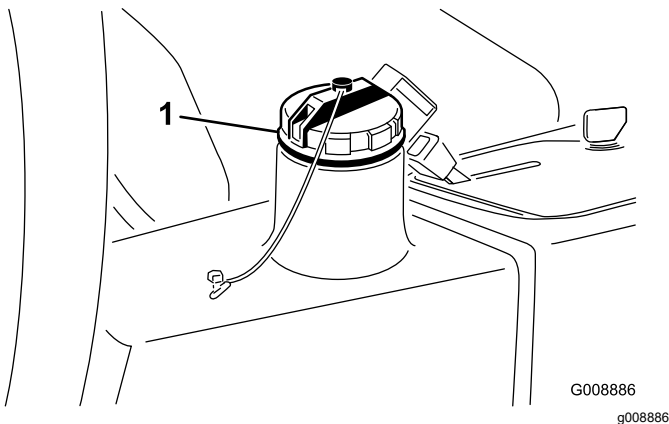

**Figura 80**
2. Scollegate il flessibile idraulico grande (Figura 80) dal serbatoio e lasciate fuoriuscire il fluido idraulico nella bacinella.